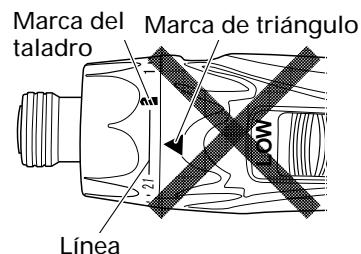

Fig. 9
- **Evite usar la unidad con el número del dial del embrague entre "21" y la línea provista en el medio de la marca del taladro "◀▶". Si lo hiciese, se podrían producir daños (Consulte la Fig. 9).**